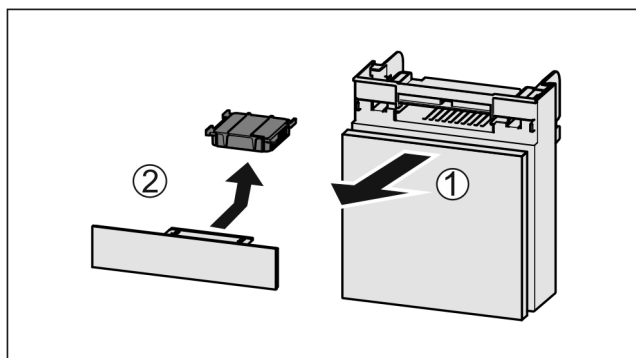

Fig. 108
- ▶ Predal izvlecite Fig. 108 (1) naprej.
- ▶ Odstranite Fig. 108 (2) aktivni ogljeni filter.